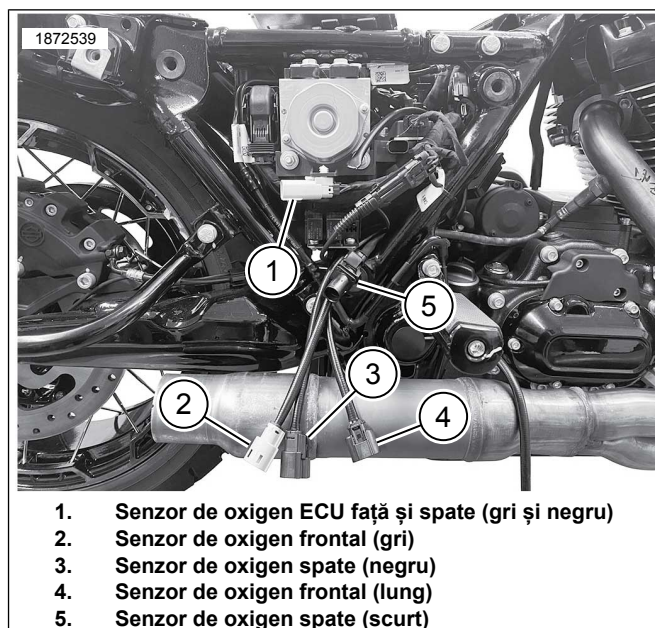
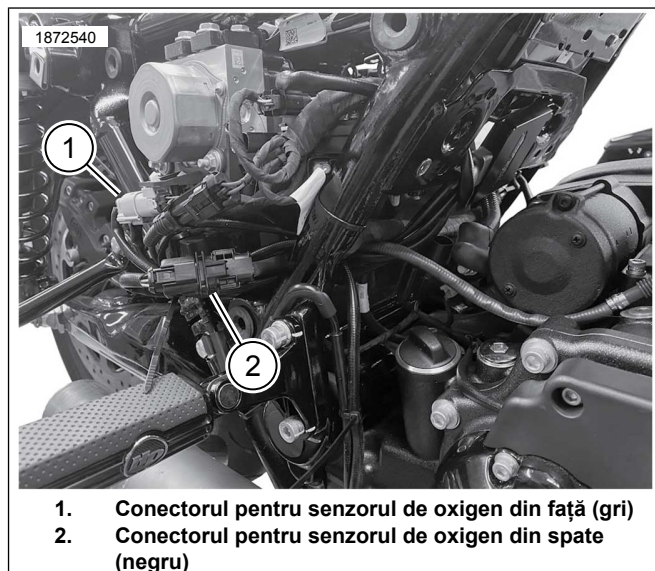
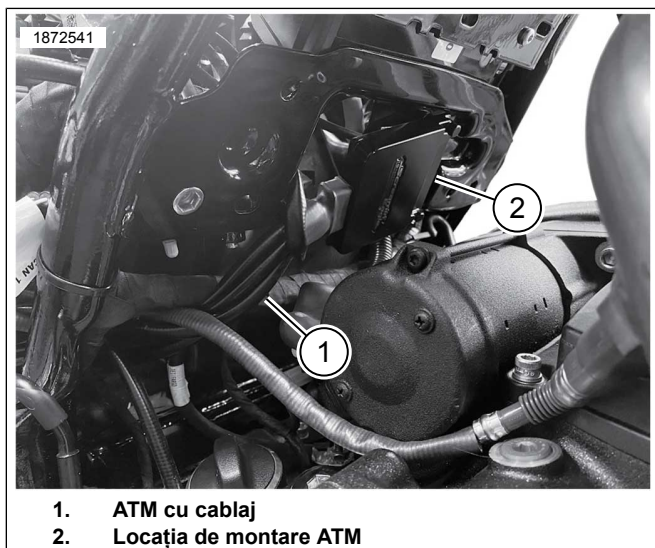

Figura 3. Direcționarea cablajului conectorului gri și negru
Figura 4. Conexiunile cablajului principal ATM
Figura 5. Locația de montare ATM
11. Consultați Figura 3 și Figura 5. Instalați ATM (1) pe peretele exterior al zonei bateriei, în spatele cilindrului din spate, cu cablurile îndreptate spre partea dreaptă a vehiculului.
12. Consultați Figura 4 și Figura 8. Direcționați capetele cablajului conectorului senzorului de oxigen față și spate (1, 2) în sus către conectorii corespunzători. Potrivirea culorilor conectorilor cablajului: Negru la negru, gri la gri.
13. Consultați Figura 5 . Instalați ATM.
- c. Îndepărtați folia de pe suportul adeziv al benzii duble de blocare și instalați ATM (1) pe exteriorul zonei compartimentului bateriei, în spatele cilindrului din spate.
- a. Consultați Figura 4 și Figura 5. Pentru a elimina lungimea excesivă a cablajului, direcționați cablajul senzorului de oxigen din spate în zona capacului lateral pe același traseu ca și ceilalți conectori.